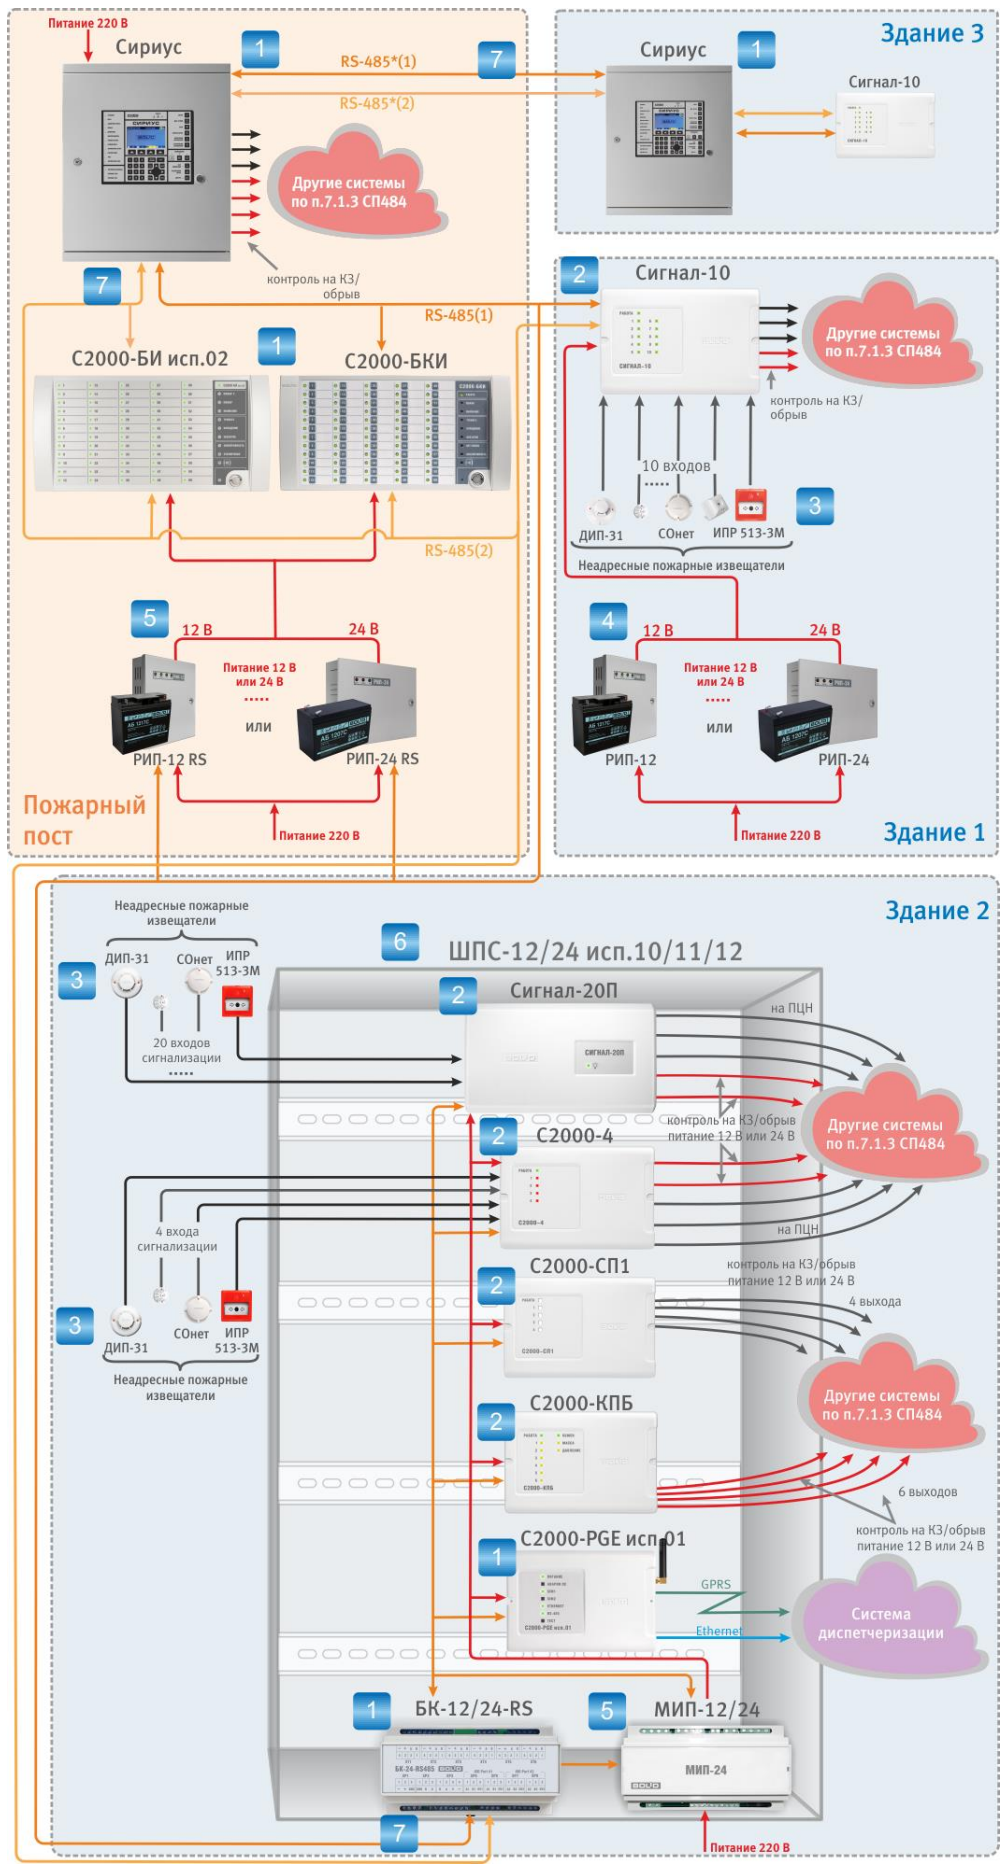
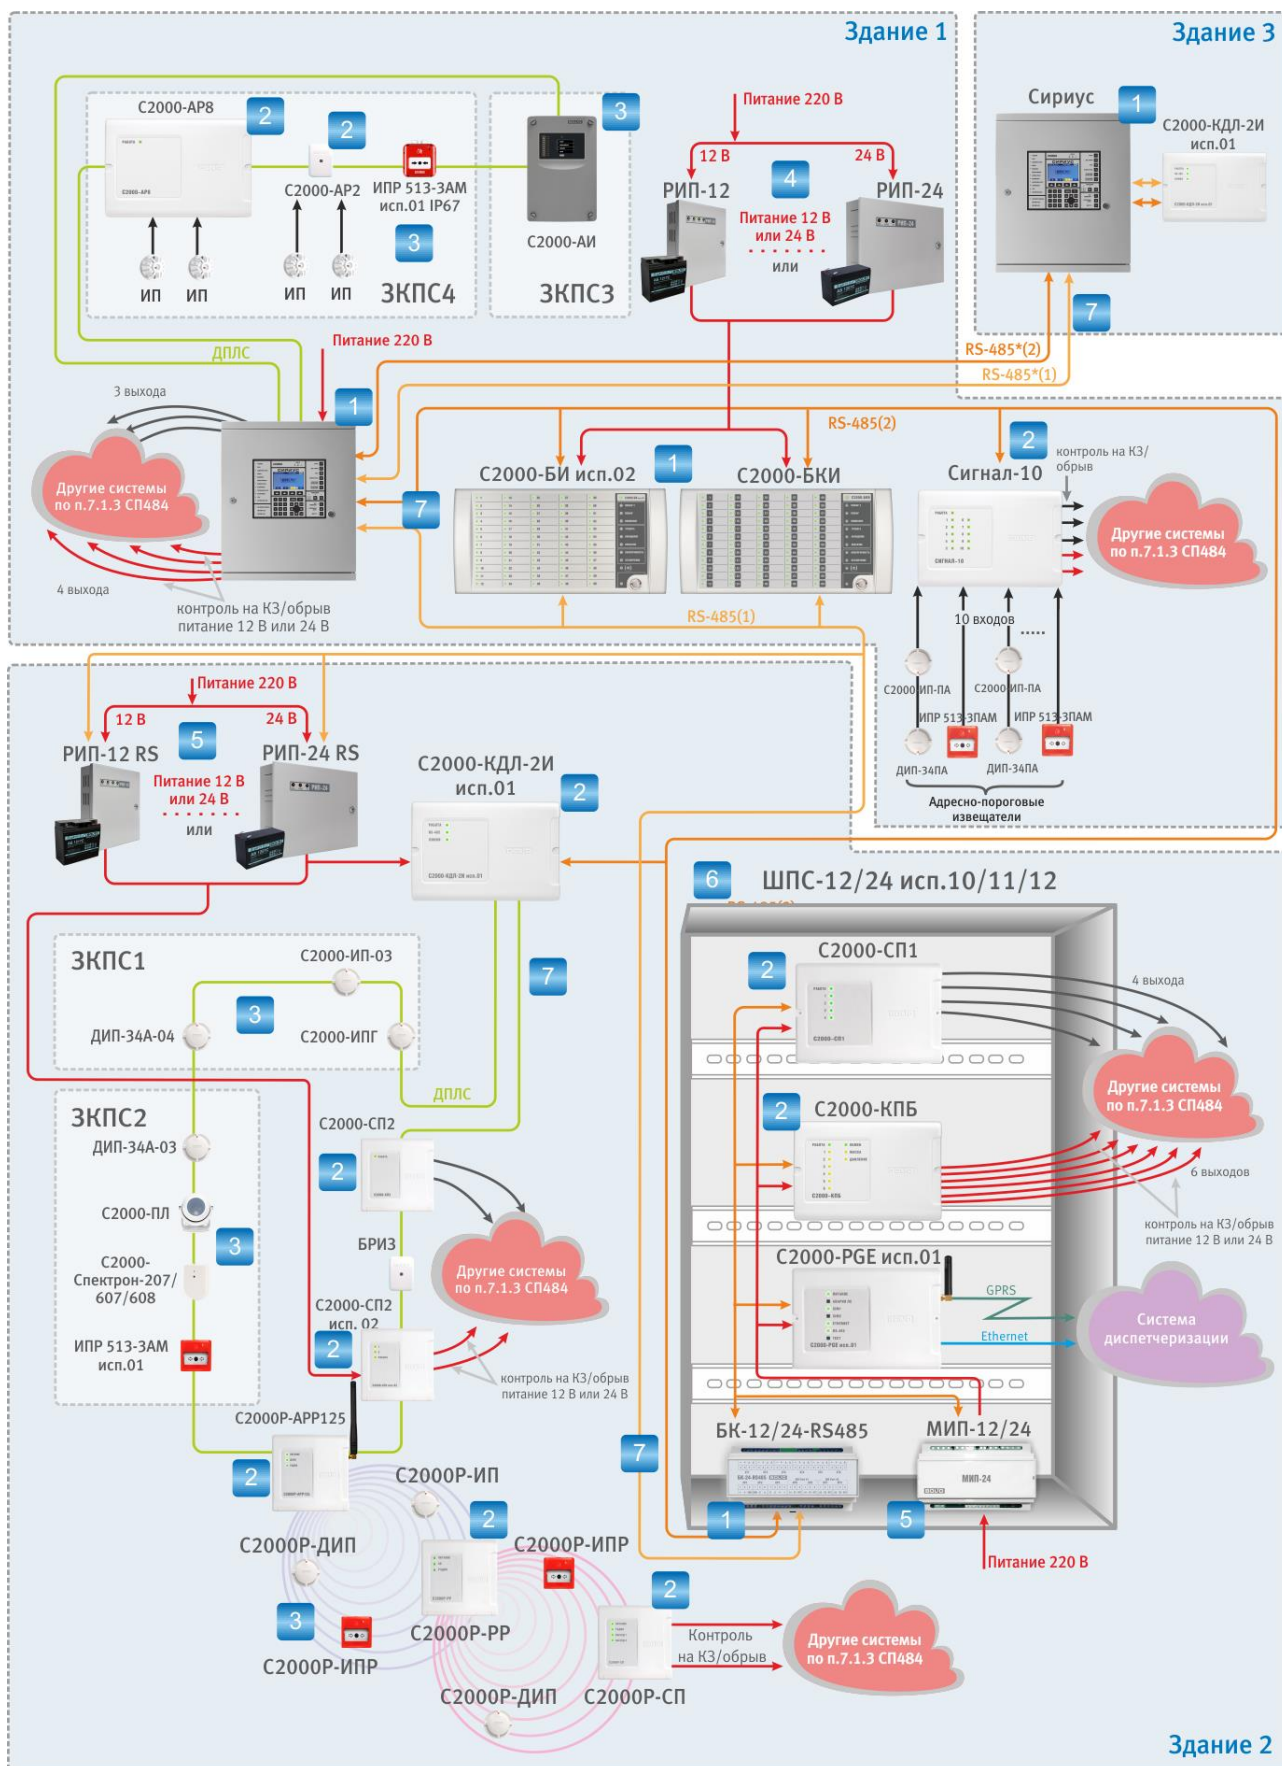

Рис. 1. Распределённая неадресная СПС
Рис. 2. Распределённая адресная СПС
Структурные схемы неадресной и адресной СПС в ИСО «Орион» представлены на рис. 1, 2 соответственно.
1. Приборы приемно-контрольные, включая вспомогательные функциональные модули (исключая устройства ввода-вывода): поз.1 на рис. 1 и рис. 2.
2. Устройства ввода-вывода: поз.2 на рис. 1 и рис. 2.
3. Извещатели пожарные: поз.3 на рис. 1 и рис. 2.
4. Источники бесперебойного питания: поз.4, 5 на рис. 1 и рис. 2.
5. Вспомогательные конструктивные модули: поз.6 на рис. 1 и рис. 2.
6. Линии связи: поз.7 на рис. 1 и рис. 2.